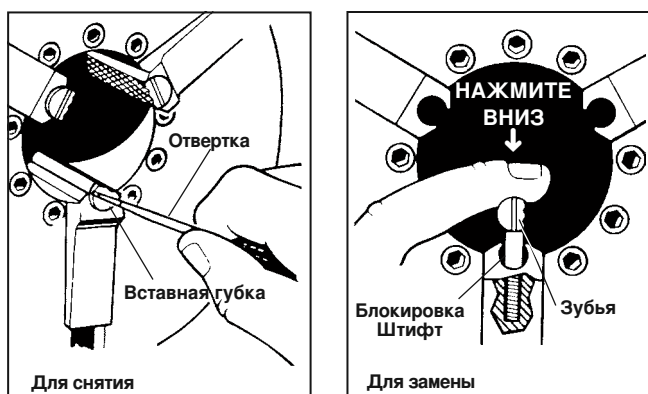

Рис. 31 — Замена вставных губок
1. Вставьте отвертку в прорез вставной губки и поверните на 90 градусов в любом направлении. Извлеките вставную губку (рис. 31).
2. Установите вставную губку боком на установочный штифт и нажмите вниз до упора (рис. 31).